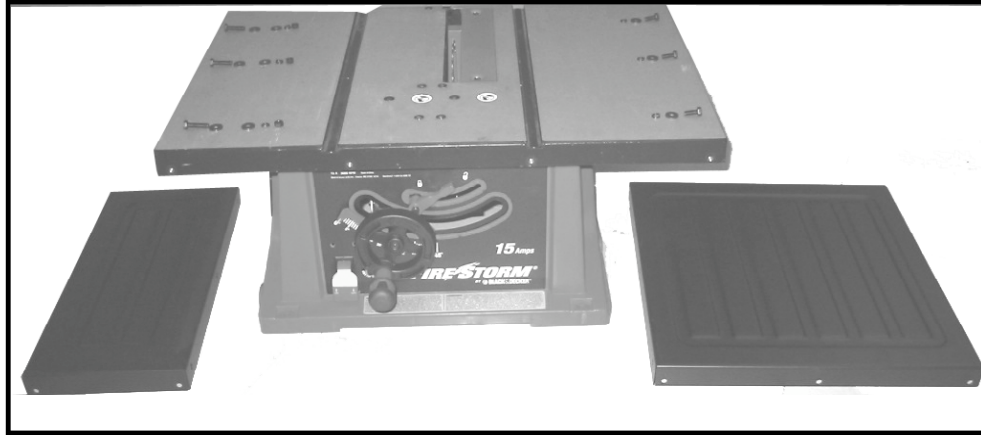

Fig. 18
1. Assembler la rallonge gauche (fig. 18) à la table de la scie avec trois vis à tête hexagonale 6,4 mm - 20 x 25,4 mm (1/4 po - 20 x 1 po), six rondelles plates de 6,4 mm (1/4 po), trois contre-écrous et trois écrous hexagonaux.